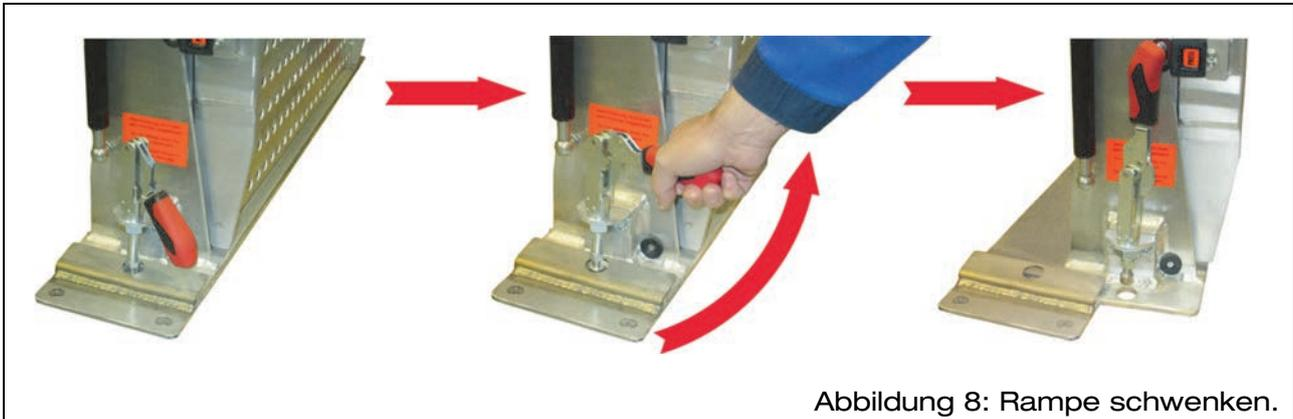

Abbildung 8: Rampe schwenken.
- ⇒ Stellen Sie den Sicherungshebel nach oben (siehe Abbildung 8).
- ⇒ Drücken Sie den Sicherungshebel nach unten, bis er einrastet (siehe Abbildung 8, linkes Bild).
Die Mechanik des Sicherungshebels ist verstellt oder locker (siehe Abbildung 8, Seite 23).	Mechanik nachstellen oder festziehen.